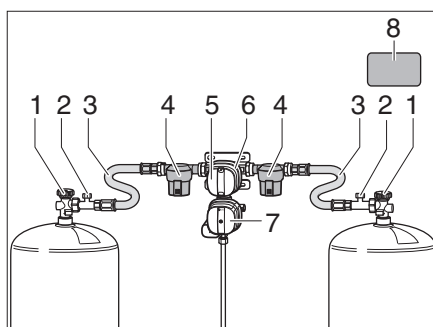
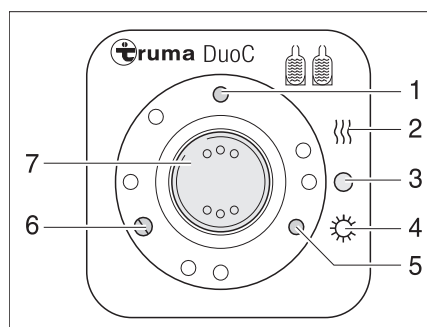
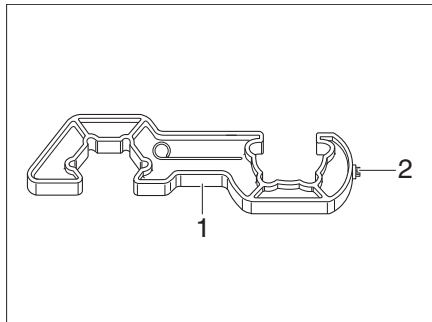
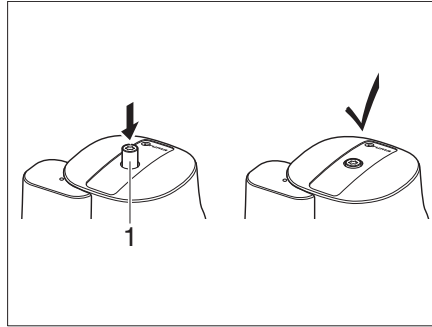

Fig. 229 Instalación de conmutación DuoControl
Fig. 230 Unidad de mando
Fig. 232 Elemento auxiliar de enroscado
Fig. 233 Crashsensor
La instalación de conmutación DuoControl consta de un regulador de conmutación (Fig. 229,6) y la unidad de mando (Fig. 230). El regulador de conmutación está montado entre las mangueras de alta presión (Fig. 229,3). Con el botón giratorio (Fig. 229,5) en el regulador de conmutación se puede determinar cuál de las bombonas de gas se usará como bombona de servicio y cuál bombona de gas como bombona de reserva.
El regulador de conmutación (Fig. 229,6) está equipado con el deshelador de reguladores Eis-Ex. De este modo se evitarán averías en la instalación de gas en el invierno.
Delante del regulador de conmutación está a cada lado un filtro de gas (Fig. 229,4), que protege la instalación de gas contra la contaminación con aceite y los ensuciamientos.
En la unidad de mando (Fig. 230) únicamente pueden conmutarse las funciones eléctricas. Las llaves de paso principales (Fig. 229,1) de las bombonas de gas deben abrirse a mano.
El regulador de conmutación garantiza una presión del gas constante, independientemente de cuál bombona de gas está suministrando el gas. Las dos luces de control en la unidad de mando indican el nivel de llenado de la bombona de servicio. Cuando la luz de control verde (Fig. 230,6) se ilumina, la bombona de servicio está llena. Cuando la luz de control roja (Fig. 230,5) se ilumina, la bombona de servicio está vacía. El suministro de gas se realiza entonces a través de la bombona de reserva.
- Abrir las llaves de paso principales (Fig. 229,1) de las bombonas de gas.
- Con el botón giratorio (Fig. 229,5) en el regulador de conmutación (Fig. 229,6), seleccionar la bombona de gas de la cual se debe tomar el gas preferentemente (bombona de servicio).
- Poner el interruptor basculante (Fig. 230,7) en "O" (Fig. 230,3). La luz de control amarilla (Fig. 230,1) se apaga.
Las luces de control en la unidad de mando (Fig. 230,5 y 6) indican en el interior del vehículo si la bombona de servicio está lista para el funcionamiento.
Si durante el funcionamiento la luz de control verde (Fig. 230,6) se apaga y la luz de control rojo (Fig. 230,5) se enciende, la bombona de gas seleccionada como bombona de servicio está vacía y debe cambiarse. La bombona de reserva seguirá suministrando gas a los consumidores de gas.
- ▶ Para enroscar y desenroscar las mangueras de alta presión, utilizar el elemento auxiliar de atornillado (Fig. 232,1). Garantiza el par de apriete necesario y evita que se produzcan daños en la unión atornillada por el uso de una herramienta incorrecta.
- Cerrar la llave de paso principal (Fig. 229,1) de la bombona de gas vacía.
- Desenroscar la manguera de alta presión (Fig. 229,3) de la bombona de gas con el elemento auxiliar de enroscado (Fig. 232).
- Conectar la bombona de gas llena a la manguera de alta presión (Fig. 229,3).
- Abrir la llave de paso principal (Fig. 229,1) de la bombona de gas.
- Girar el botón giratorio (Fig. 229,5) en el regulador de conmutación (Fig. 229,6) una media vuelta, de tal manera que la bombona de gas cambiada sirva de bombona de reserva.
- Presionar el botón (Fig. 229,2) del dispositivo de seguridad en caso de rotura de manguera en la manguera de alta presión, para activarlo.
- Si es necesario, presionar el botón de reposición (Fig. 233,1) en el Crashsensor.
- ▶ Observar el adhesivo de seguridad (Fig. 229,8) en la caja para bombonas de gas.
- Utilizar el Torx T20 (Fig. 232,2) en el elemento auxiliar de atornillado para presionar hacia dentro el botón de desbloqueo (Fig. 233,1), girar ligeramente en sentido horario y mantenerlo durante 5 segundos. El Crashsensor está listo para el funcionamiento cuando el botón de desbloqueo (Fig. 233,1) permanece en la posición hundida.
- Después de cambiar la bombona de gas, presionar con fuerza el botón verde (Fig. 229,2) en la manguera de alta presión (Fig. 229,3).